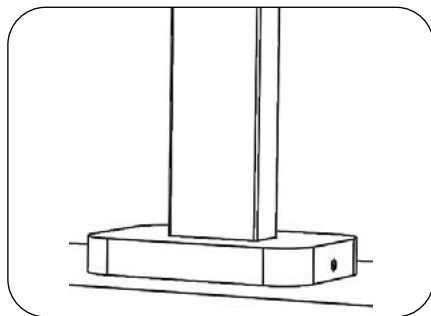

Figura 23
5. Chiudere la copertura e fissare 3 viti M3x8 per completare l'installazione della colonnina (Figura 23).